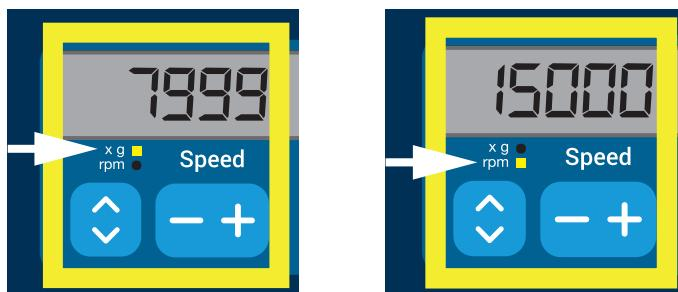

Abbildung 4-2: Auswahl zwischen RZB / U/min und Einstellen der Zentrifugendrehzahl
1. Tippen Sie auf die **Pfeiltasten** unterhalb der LED-Anzeigen xg / U/min (auf der linken Seite in Abbildung 4-2), um zwischen RZB (in xg, d. h. Vielfaches der Erdbeschleunigung) und Drehzahl (in U/min, der Kurzform von Umdrehungen pro Minute) umzuschalten.
Eine der LED-Anzeigen **xg** oder **U/min** leuchtet und kennzeichnet somit, welche Anzeigevariante derzeit ausgewählt ist und der im LCD-Display angezeigte Wert wechselt entweder auf **RZB** oder **U/min**. Das Beispiel in Abbildung 4-2 zeigt den Anzeigewert in U/min (unten) und den äquivalenten RZB-Wert (oben).